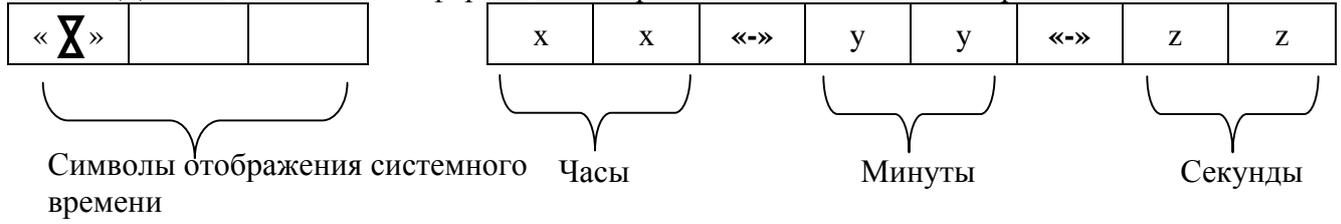

Рис. 18. Отображение системного времени.
1.5.1.13. Если выбраны пункты меню «Системное время», «Системная дата» или «День недели...», то информация отображается, как показано на рис. 18 - 20.